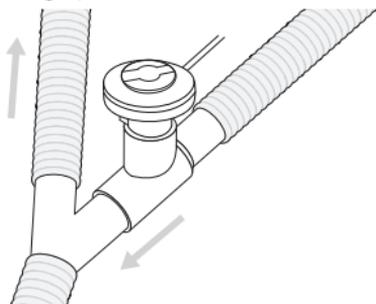

Abbildung 6. Aerogen Pro mit einem Beatmungsschlauchsystem für Erwachsene verbinden
1. Bei Beatmungsschlauchsystemen für Erwachsene den Vernebler mit dem T-Stück für Erwachsene im Inspirationschenkel des Beatmungsschlauchsystems vor dem Y-Patientenanschlussstück anschließen (Abbildung 6).
**Hinweis:** Abbildung 6 zeigt nur die Anordnung für Erwachsene.